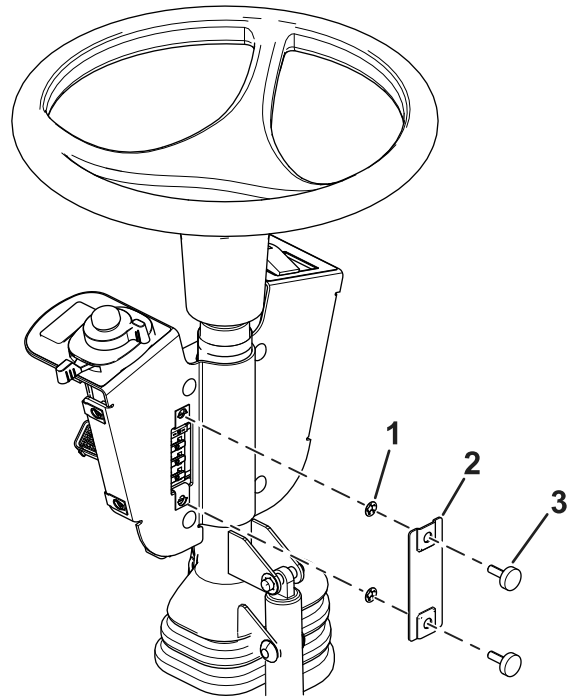

Figure 9
11. Fixez le couvercle des fusibles sur le support de commutateur à l'aide de 2 vis à oreilles et 2 écrous poussoirs (Figure 9).
Remarque: Veillez à installer les écrous poussoirs à l'intérieur du couvercle des fusibles (Figure 9).